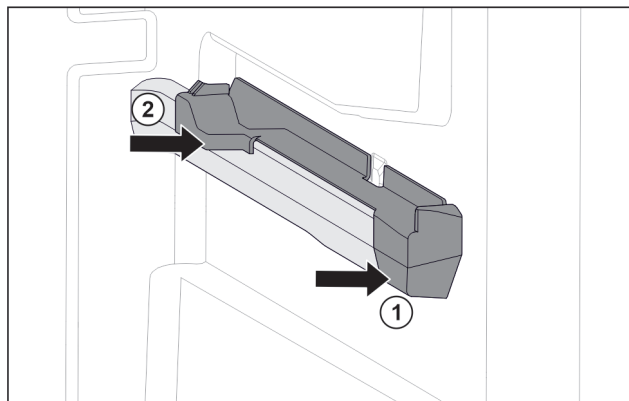

Fig. 51 Élément emboîtable sur la nervure de récipient droite
- ▶ Poser le devant de l'élément emboîtable contre la nervure de récipient. Fig. 51 (1)
- ▶ Enfoncez l'arrière de l'élément emboîtable. Fig. 51 (2)